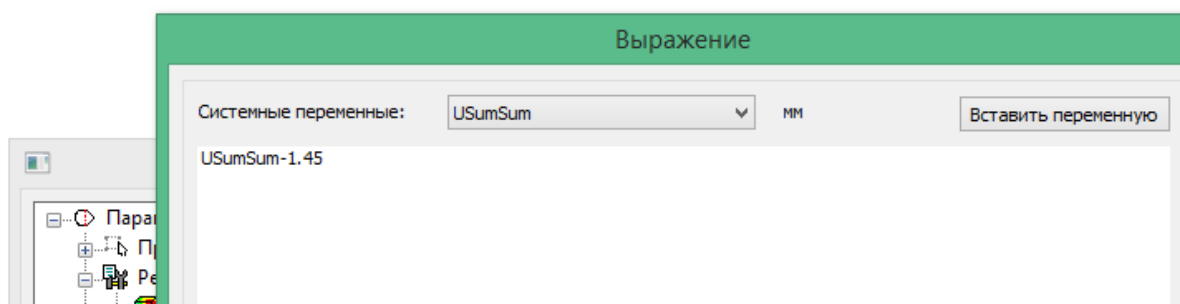

Рисунок 13.15 – Запись выражения
3) Ветка Ограничение типа неравенства → кнопка Добавить (из контекстного меню) → Новая функция → кнопка Выбрать → из системных переменных выбираем USUMSUM → добавляем -1.45 (Рисунок 13.15) → ОК